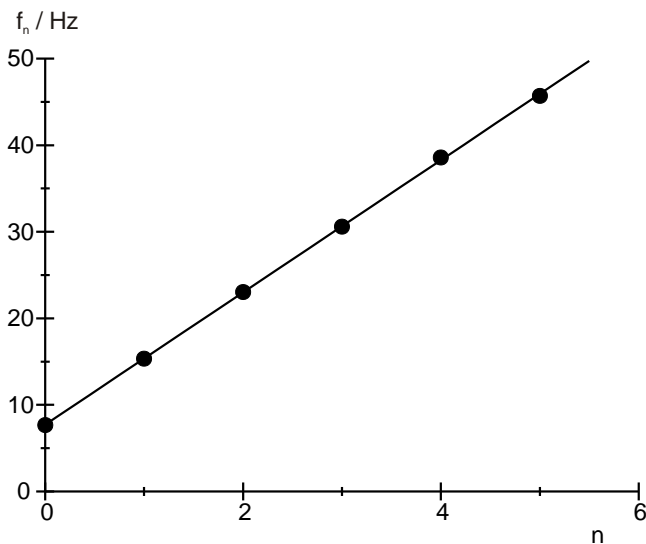

Fig. 6: Frequência de ressonância em dependência do número de nós para as ondas na mola espiral
- Aplicar graficamente as frequências de ressonância  $f_n$  para as ondas sobre mola espiral (Tab. 1) e as ondas sobre corda (Tab. 2) contra a número  $n$  de nós de oscilação e adaptar a respectivamente uma reta (Fig. 6, Fig. 7).